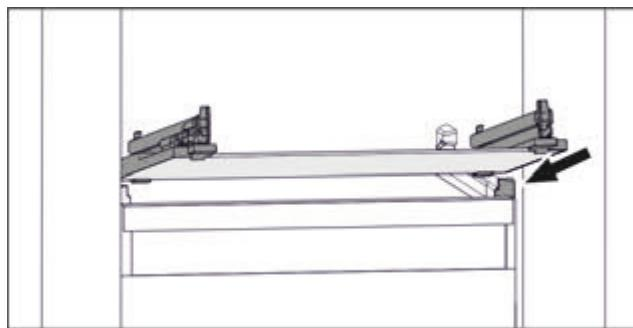

Fig. 94 Приближене відображення скляної пластини
- Встановити скляну пластину за стопорами навскоси. (див. Fig. 94)